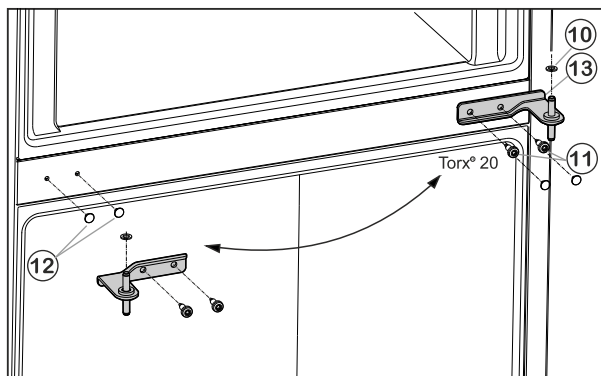

Fig. 6
- ▶ Atsargiai nutraukite dengiamąsias plokšteles Fig. 6 (12) ir vėl jas uždėkite priešingoje pusėje.